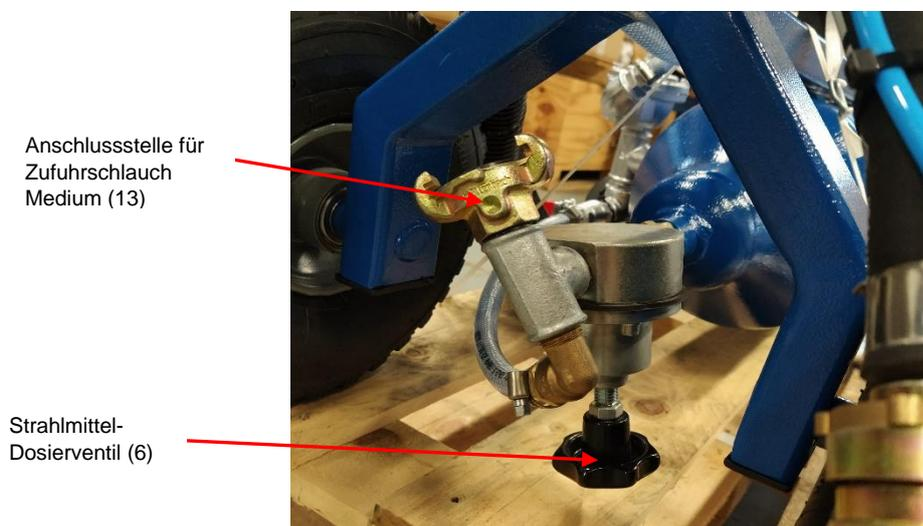

Abbildung 3 Unterseite Gerät
- Der Zufuhrschlauch Medium (11) muss mit der entsprechenden Anschlussstelle (13) verbunden werden (siehe Abbildung 3).
- Der Anschlussschlauch Kompressor (15) muss am Kompressor angeschlossen werden.